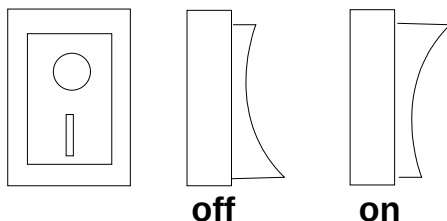

FIG. 1
- " Le changement est localisé dans un droit latéral de la machine, continuer au début moulu vous pressez le changement une telle forme qui le circulez est dans la région de qui ressort. (FIG. 1)
- " Pour machine de l'arrêt, pressez le changement une telle forme que la ligne est dans la région de qui ressort. (FIG. 1)